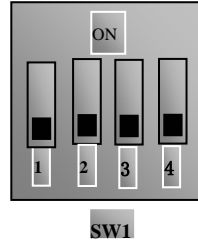

图 4-3 拨码开关
4.8.1 对于三相变频器控制端子排附近有一四位红色拨码开关 SW1，如图 4-3 所示。